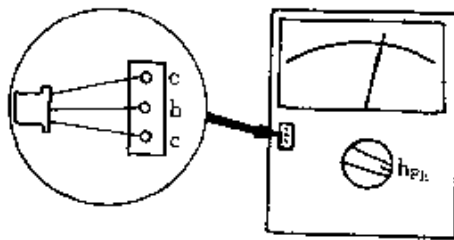

图 2-225
③ 基极 b 确定以后,即可识别集电极 c 和发射极 e,并测量三极管的电流放大系数 β 。用 MF47 等具有“ β 或 h_{FE} ”挡的万用表测量:万用表置于“ h_{FE} ”挡,如图 2-225 所示将三极管插入测量插座(基极插入 b 孔,另两管脚随意插入),记下 β 读数。再将另两管脚对调后插入,也记下 β 读数。两次测量中, β 读数大的那一次管脚插入是正确的。测量时需注意 NPN 管和 PNP 管应插入各自相应的插座。